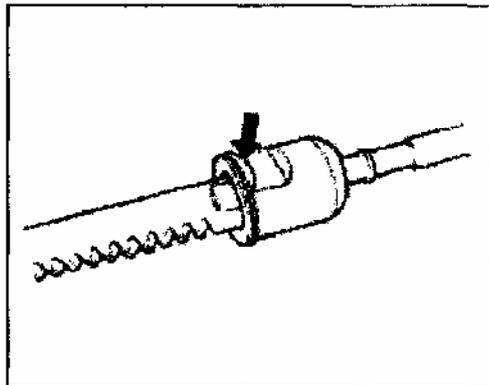

Рис. 444
- 3) Как показано на рисунке, установите рулевую тягу на зубчатую рейку (Рис. 444).